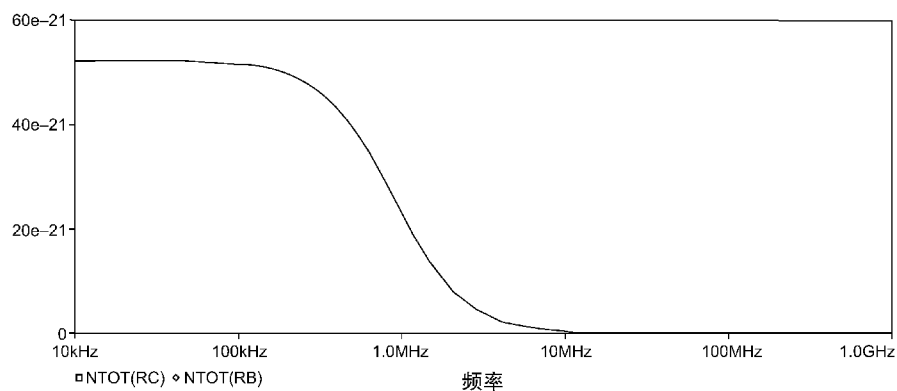

图 14.5 晶体管集电极和基极寄生电阻的噪声谱密度对比
5. 在屏幕图形显示窗口中添加晶体管基极寄生电阻的噪声谱密度曲线 NTOT (RB)。如图 14.5 所示, 通过与晶体管集电极寄生电阻的噪声谱密度曲线对比, 晶体管基极寄生电阻的噪声谱密度更大。